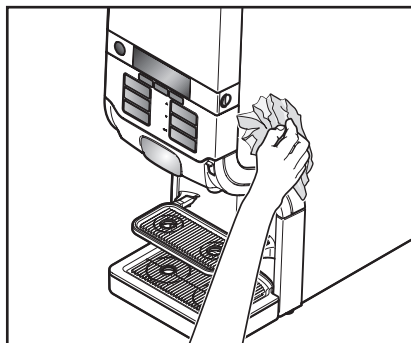

Fig. 28
6. Tørk av automaten utvendig med en fuktig og ren klut (fig. 28).